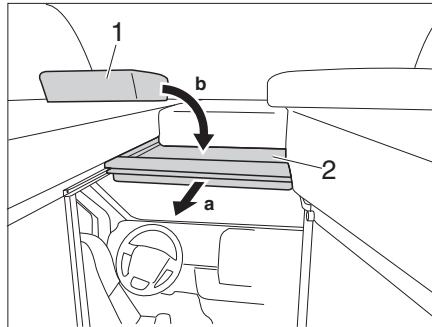

Fig. 55 Séparation pour la cabine de conduite
- Tirer le sommier de lit (Fig. 55,2) vers l'avant par la poignée.
- Placer le coussin (Fig. 55,1) sur le sommier de lit.
- Mettre le coussin (Fig. 55,1) de côté.
- Pousser le sommier de lit (Fig. 55,2) vers l'arrière.